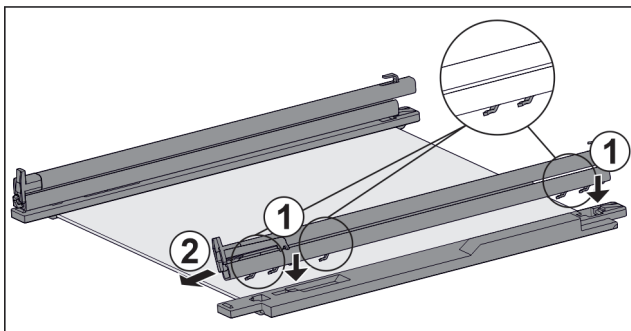

Fig. 160 Стекла́нная пластина с направляющими и крепежными элементами
- ▶ Поместите крючки направляющей в отверстия **левого** крепежного элемента. Fig. 160 (1)
- ▶ Потяните направляющую вперед. Fig. 160 (2)
- ▶ Поместите крючки направляющей в отверстия **правого** крепежного элемента. Fig. 160 (1)